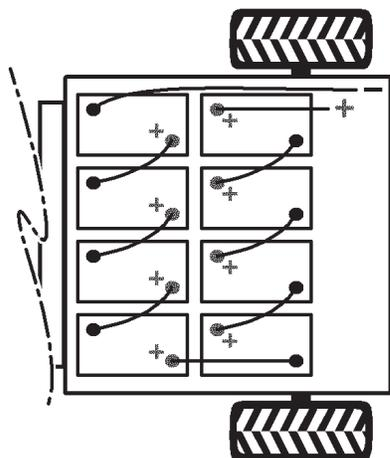

Bild 32
2. Schließen Sie das lange, schwarze, negative Hauptkabel zwischen dem Batterieverteiler und dem Fahrzeug von der Batterie ab (Bild 32).
3. Schließen Sie das lange, rote, positive Hauptkabel zwischen dem Batterieverteiler und dem Fahrzeug von der Batterie ab (Bild 32).
Hinweis: Achten Sie auf die Batteriepolarität, wenn Sie neue Batterien einsetzen (Bild 32).
9. Verbinden Sie die Batterien mit den vorher entfernten Batteriekabeln, siehe Bild 32.
10. Schließen Sie das lange, rote, positive Hauptkabel zwischen dem Batterieverteiler und dem Fahrzeug an (Bild 32).
11. Schließen Sie das lange, schwarze, negative Hauptkabel zwischen dem Batterieverteiler und dem Fahrzeug an (Bild 32).